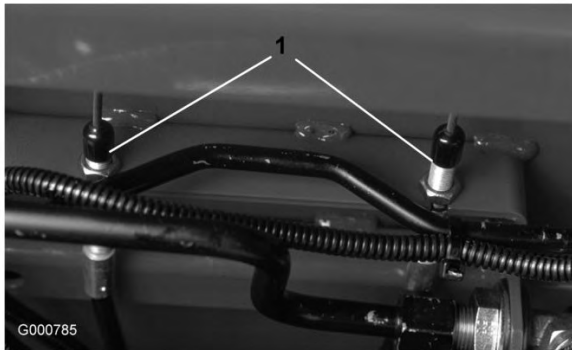

図 73
2. ブレーキの踏みしろの遊びを減らすには、まず、ブレーキ・ケーブル（図 73）の端にある前ナットをゆるめる。次に、後ろナットを締めてケーブルを後ろへ引く。行きしろが 13 mm～25 mm になるように調整する。調整ができれば前ナットを締める。